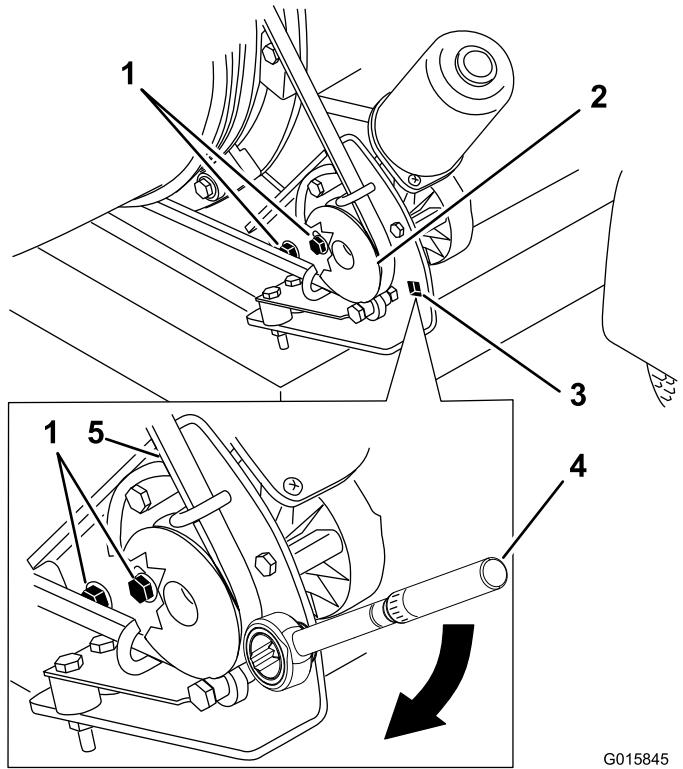

Bild 32
1. Lockern Sie die Schrauben, mit denen die Befestigungshalterung der Riemscheibe am Bläserrahmen befestigt ist (Bild 32).
2. Platzieren Sie einen Drehmomentschlüssel in der Riemscheibenbefestigungshalterung (Bild 32).
3. Drehen Sie die Befestigungshalterung der Riemscheibe vom Blasrohr weg, bis der Drehmomentschlüssel 22,6–26,0 Nm anzeigt (Bild 32).